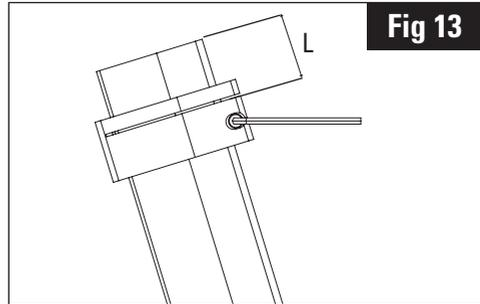

Fig 13
5. Aplique una banda de cinta aislante (A) centrada en la longitud "L", para proteger la tija durante el corte.
6. Inserte la herramienta de corte en la posición L y apriete los tornillos transversales a 3 Nm. (Fig.13)